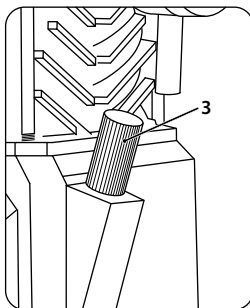

рис. 5
После заправки масла установите сапун (3) на место пробки. (рис. 5)